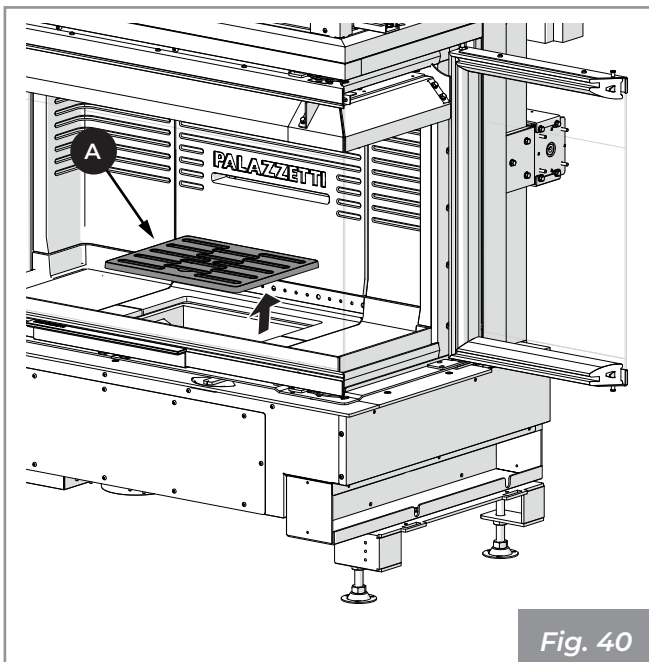

Fig. 40
- 1) Assicurarsi che la griglia (A) (**Fig. 40**) sia libera da eventuali residui di combustione che possano ostruire il libero passaggio d'aria. Rimuoverla ed effettuare la pulizia del focolare utilizzando una scopetta (non in dotazione) facendo convogliare i residui della combustione nel cassetto cenere. Fare attenzione ad eventuali braci ardenti.